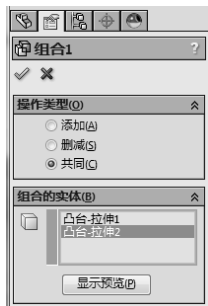

图 5-48 设置组合属性
- [12] 单击菜单【插入】/【特征】/【组合】，打开组合操控板。设置组合属性，在“操作类型”中选择“共同”，在“组合的实体”中选择“凸台-拉伸 1”和“凸台-拉伸 2”，如图 5-48 所示。